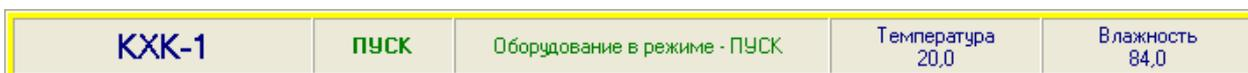

Рисунок 11
8. После запуска технологии, выбранная камера перейдет в режим – ПУСК (Рисунок 11).